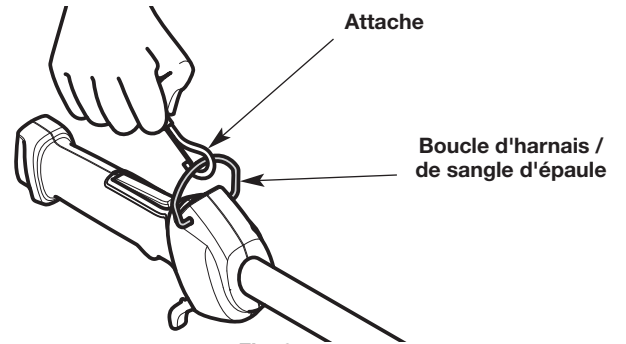

Fig. 8
3. Enclenchez l'attache sur la boucle/harnais de la bandoulière (Fig. 8).